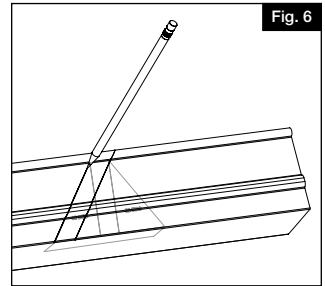
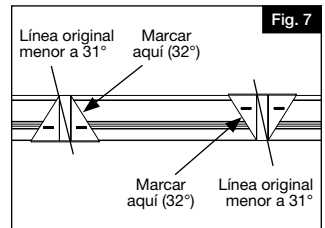

Fig. 6
Fig. 7
- Antes de la instalación de los barros de aluminio, insertar la tira de espuma suministrada en la parte superior del travesaño superior y en la parte inferior del travesaño inferior (en los lados opuestos de los orificios ranurados). Cortar a la longitud de los travesaños. A continuación, remover 1" (2,5 cm) de la tira de papel de cada extremo para exponer el adhesivo (Fig. 6).
Encajar las tiras de espuma a presión en los travesaños (Fig. 7). NO remover la tira de papel completa, SOLO quitar 1" (2,5 cm) de cada extremo. En los travesaños superiores con una longitud de 8' (2,44 m) o más, la tira se adherirá al refuerzo de aluminio del mismo travesaño superior.
- De la línea original creada por el poste, marcar otra línea a 11/16" (1,75 cm) en el interior del travesaño inferior (cercano a los orificios ranurados del barrote) (Fig. 6). Esto se logra utilizando la plantilla de ángulos (Fig. 7). Esta remoción adicional de material le permite dejar el suficiente espacio para los soportes cuando se instale el travesaño. Para este ángulo de 26° a 31°, la nueva línea NO estará paralela a la línea dibujada previamente.